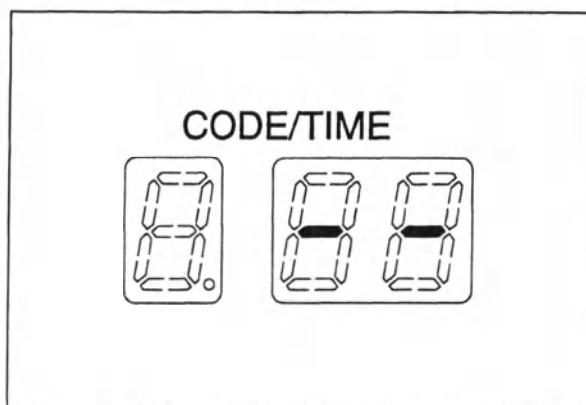

Рис. 6.37
4. Услышав зуммерный сигнал, убедитесь в том, что промывание водой бака для дезинфицирующего раствора завершено, а на дисплее «CODE/TIME» главной панели управления отображается знак «--», показывающий завершение процесса (см. рис. 6.37).